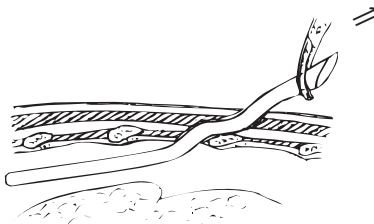

図3
5. カテーテルのコネクター接続部をコッヘル鉗子で把持し、胸腔から引き出す。(図3)